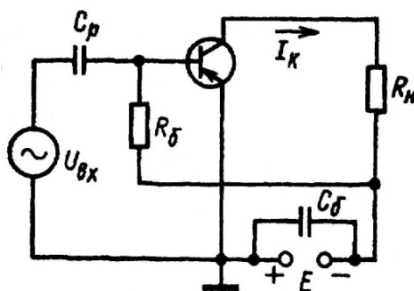

Рис. 1. Усилительный транзисторный каскад
**Задача.** Транзистор включен в усилительный каскад по схеме с общим эмиттером (рис. 1). Каскад питается от одного источника с напряжением  $E$ . Для подачи смещения в цепь базы используется гасящий резистор. Характеристики транзистора изображены на рисунке 2. Исходные данные: постоянная составляющая тока базы  $I_{б0}$ , амплитуда переменной составляющей тока базы  $I_{мб}$ , сопротивление резистора нагрузки  $R_n$ , а также максимально допустимая мощность, рассеиваемая коллектором  $P_{кmax}$  приведены в таблице 2. Требуется: